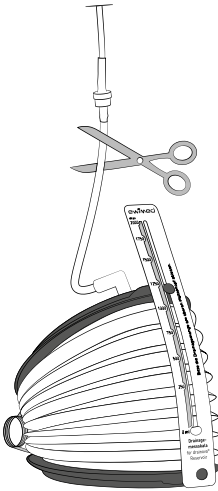

Abb. 1
- Schneiden Sie jetzt den Schlauch unterhalb des Rückschlagventils\* durch (Abb.1). Entsorgen Sie das abgeschnittene Schlauchstück mit Quetschklammer und dem Einführstift. Verwenden Sie gegebenenfalls das bereitgelegte Tuch. Damit die Flüssigkeit im Reservoir über das WC entsorgt werden kann, positionieren Sie das Schlauchsystems so, dass die Öffnung des Schlauchs über dem WC nach unten zeigt.